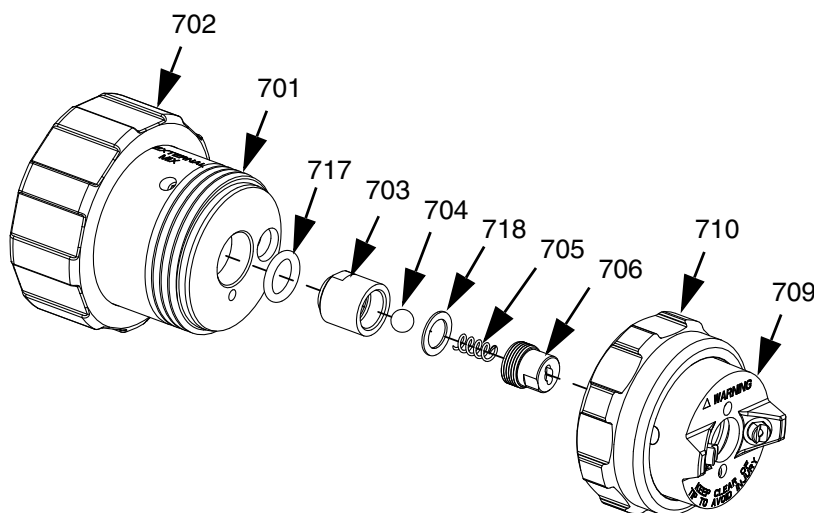

FIG 19
2. Retirez la bague de retenue (710) et l'ensemble de capuchon d'air (709) de la tête (701).
3. Retirez l'ensemble de clapet anti-retour (703).
4. Utilisez deux clés sur les méplats du joint (703) et du chapeau du clapet anti-retour (706) pour retirer le chapeau. Le ressort (705) et la bille (704) tomberont quand le chapeau sera retiré.
5. Retirez et examinez le joint torique (717) et la rondelle (718). Remplacez-le s'il est usé ou en mauvais état.
6. Lubrifiez le joint torique et installez-le sur l'ensemble de clapet anti-retour (703).
7. Installez la rondelle (718), la bille (704) et le ressort (705) dans le joint du clapet anti-retour (703) puis installez le chapeau du clapet anti-retour (706) sur le joint du clapet anti-retour serré avec les doigts.
8. Utilisez deux clés sur les méplats du joint (703) et du chapeau du clapet anti-retour (706) pour serrer ce dernier sur le joint du clapet anti-retour à un couple de 2,6-3,1 N•m (23-27 po-lb).
9. Installez l'ensemble de clapet anti-retour dans la tête. Consultez la FIG 19 pour connaître l'orientation de l'ensemble.
10. Installez le capuchon d'air sur la tête et serrez la bague de retenue (710).